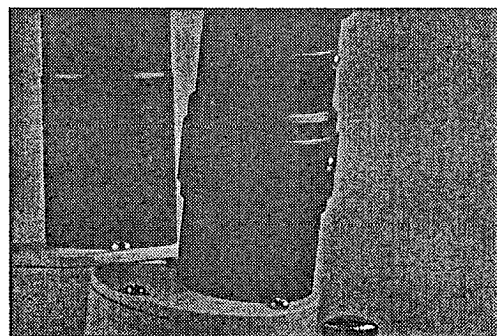

Abb. 4 : Dioptrieeinstellung
- 3 - Für das linke Auge, mit dem Knopf für Vertikaljustierung (7, Abb. 1) Scharfeinstellung vornehmen. Der rechte Okulartubus besitzt einen Dioptrieeinstellring, um die Differenz zwischen rechtem und linkem Auge auszugleichen (Abb.4) : Justierung der Sicht des rechten Auges vornehmen. Da das Auge sehr schnell akkomodiert, muss diese Einstellung zwei- oder dreimal wiederholt werden.